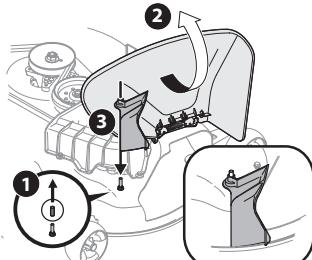

Figure 24
- Retirez le capuchon de la goupille qui dépasse du plateau de coupe. Voir Figure 24, 1.
- Faites tenir le déflecteur d'éjection en position relevée (voir Figure 24, 2) puis mettez l'adaptateur en place, comme illustré à la Figure 24, 3.